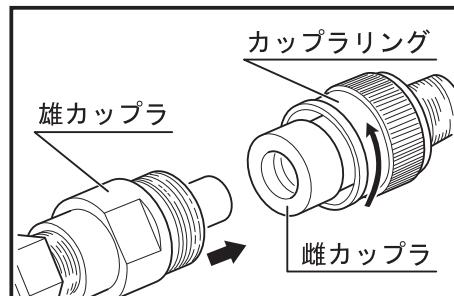

図 1
1. 高圧ゴムホース先端の雄カップラをヘッド部の雌カップラに挿入し、カップリングを確実に締付けます。(図 1)